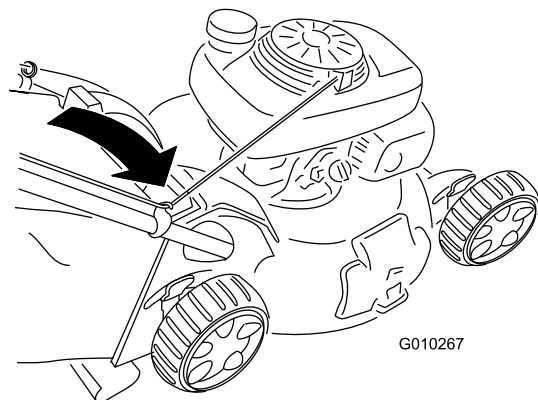

Рисунок 26
2. Проложите трос стартера вокруг нижней направляющей троса (Рисунок 26).